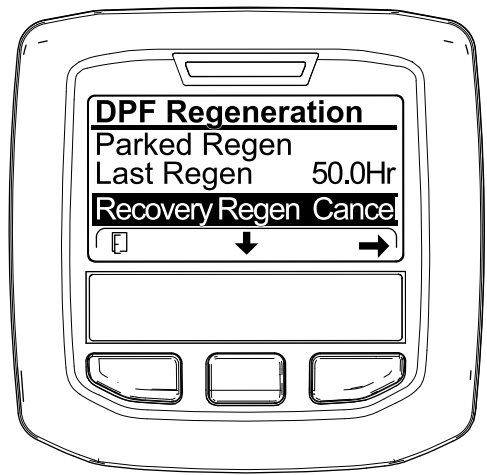
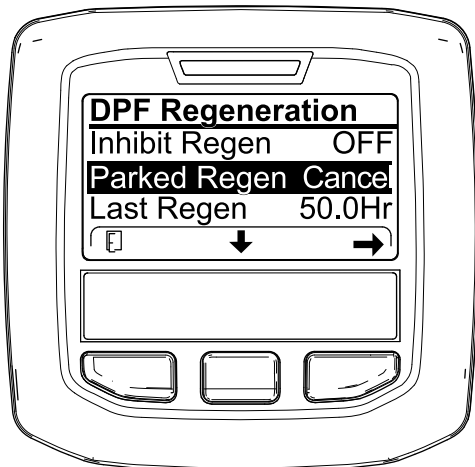

Figura 68
Figura 67
1. Accesai meniul DPF Regeneration (Regenerare DPF) (Figura 67).
2. Apăsai butonul central pentru a derula în jos către opțiunea PARKED REGEN CANCEL (Anulare regenerare în stare de parcare) (Figura 67) sau opțiunea RECOVERY REGEN CANCEL (Anulare regenerare de recuperare) (Figura 68).
3. Apăsai butonul din dreapta pentru a selecta accesarea Regen Cancel (Anulare regenerare) (Figura 67 sau Figura 68).